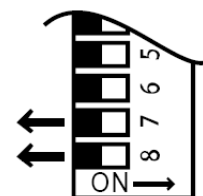

Fig. 7
15. **IMPORTANTE:** Riposizionate i microinterruttori N.7 e N.8 su "OFF" per riportare l'*Infinity* ad un regime di funzionamento normale (Fig.7).